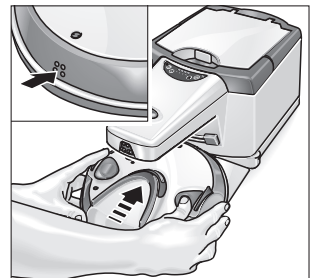

Abb. 7: Inbetriebnahme nach langer Ruhezeit
- Stellen Sie den Roboter an die Station und drücken Sie die Ladekontakte des Roboters ca. 60 Sekunden gegen die Ladekontakte der Station (Abb. 7).